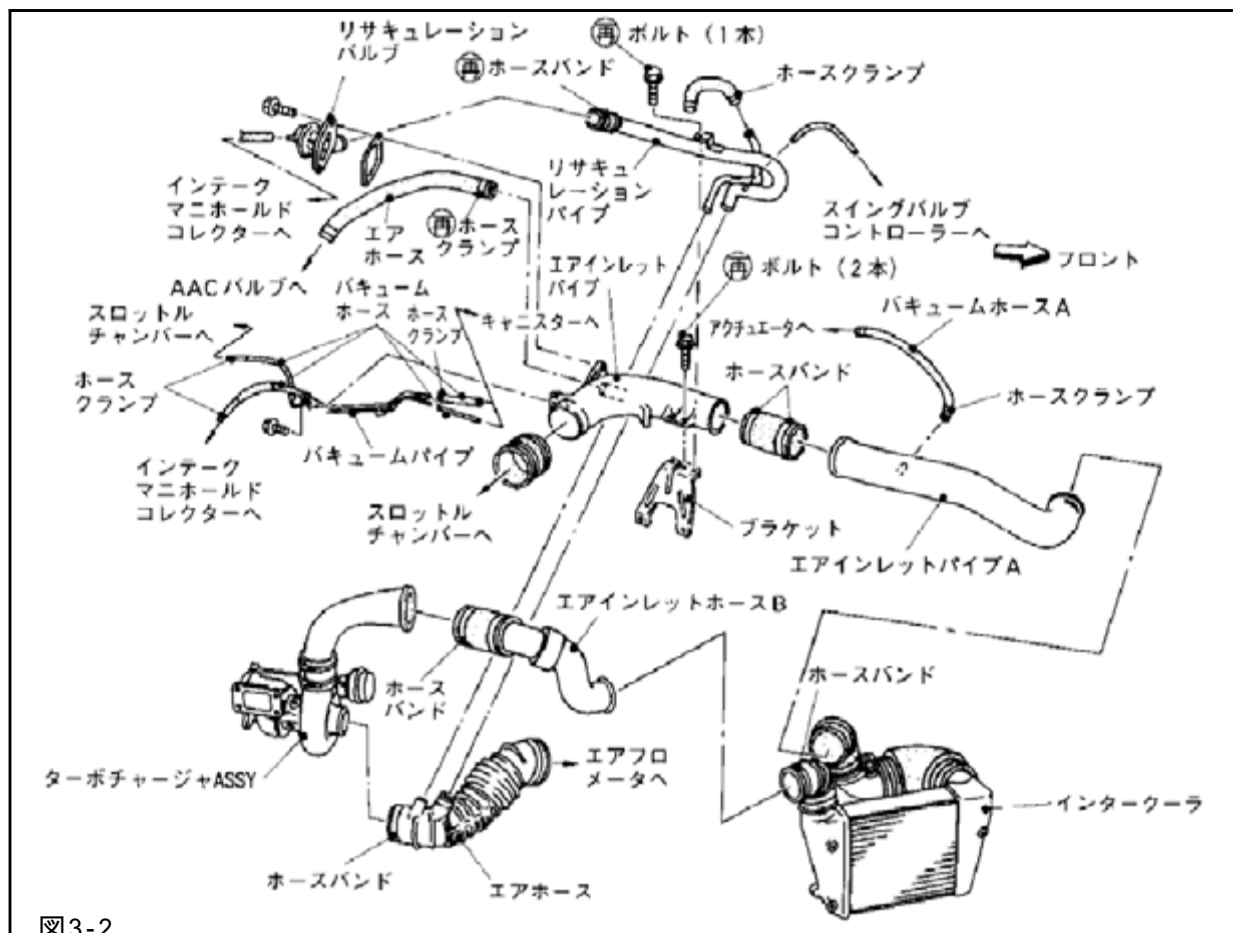

図3-2
- (1) リサーキュレーションパイプを固定してください。(図3-2)
- (2) リサーキュレーションパイプを固定してください。(図3-2)
- (1)バキュームホースを取付けてください。(図3-2)
- (1)エアインレットパイプを取付けてください。(図3-2)
- (2)エアインレットパイプにバキュームホースを取付けてください。(図3-2)
- (1)エアインレットホースBを取付けてください。(図3-2)
- (2)エアインレットパイプAを取付けてください。(図3-2)
- (3)バキュームホースAをエアインレットパイプAに取付けてください。(図3-2)